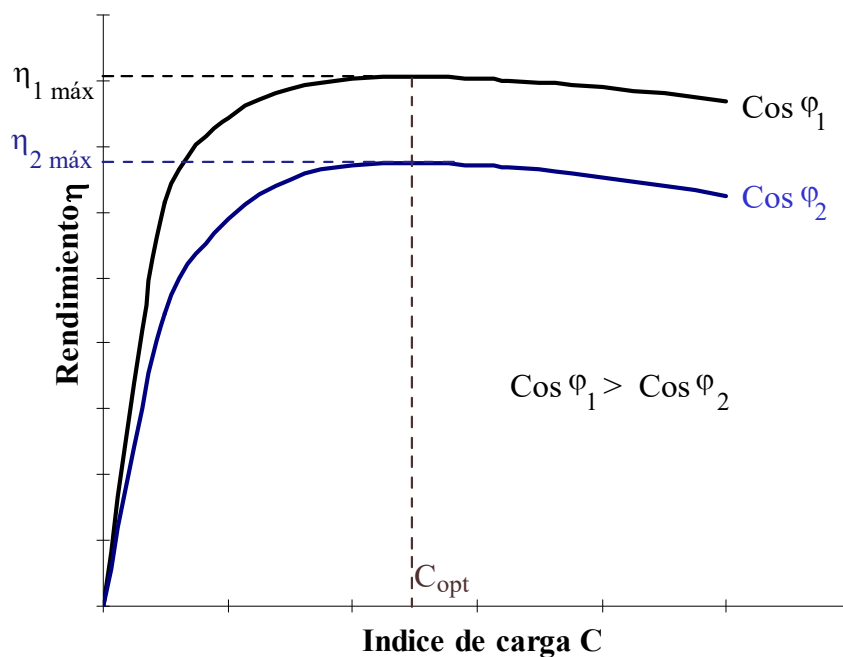

Fig. 1: Curvas de rendimiento η en función del índice de carga C para varios factores de potencia
En la Fig. 1 se han representado varias curvas en las que se aprecia cómo varía el rendimiento η en función del índice de carga C a factor de potencia constante. Estas curvas se han dibujado aplicando la relación (6). Se puede apreciar que hay un índice de carga C_{opt} con el cual, para un factor de potencia dado, el transformador funciona a su máximo rendimiento $\eta_{\text{máx}}$. Este índice de carga óptimo es común para todos los factores de potencia y se produce cuando las pérdidas variables igualan a las fijas:
Aunque para todos los factores de potencia el rendimiento máximo se produce con el mismo índice de carga C_{opt} , en la Fig. 1 se puede apreciar que el rendimiento máximo $\eta_{\text{máx}}$ varía con el factor de potencia siendo mayor cuanto mayor es éste. Por lo tanto, el mayor de los rendimientos máximos se produce para factor de potencia unidad: